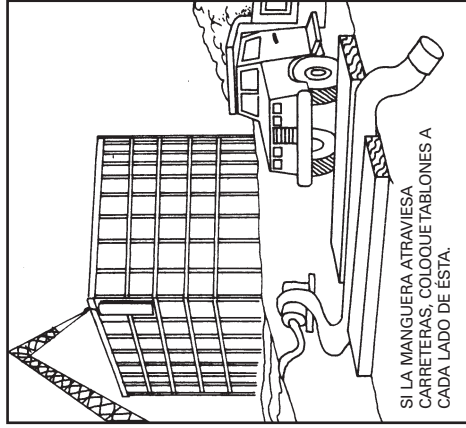

FIGURA 2
D. Si es necesario que la manguera flexible atraviese una carretera, protéjala con las debidas tablas. La presión de cierre instantánea que ocurre cuando un vehículo atraviesa corriendo por encima de una manguera sin protección causará un "golpe hidráulico" en el sistema. Este golpe puede avernar la bomba o la manguera. Observe la figura 2.